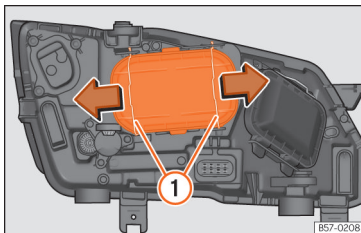

Abb. 108 Im Motorraum: Abdeckung entfernen.
2. Verschieben Sie die Streben »» » **Abb. 108** ① in Pfeilrichtung und nehmen Sie den Deckel ab.